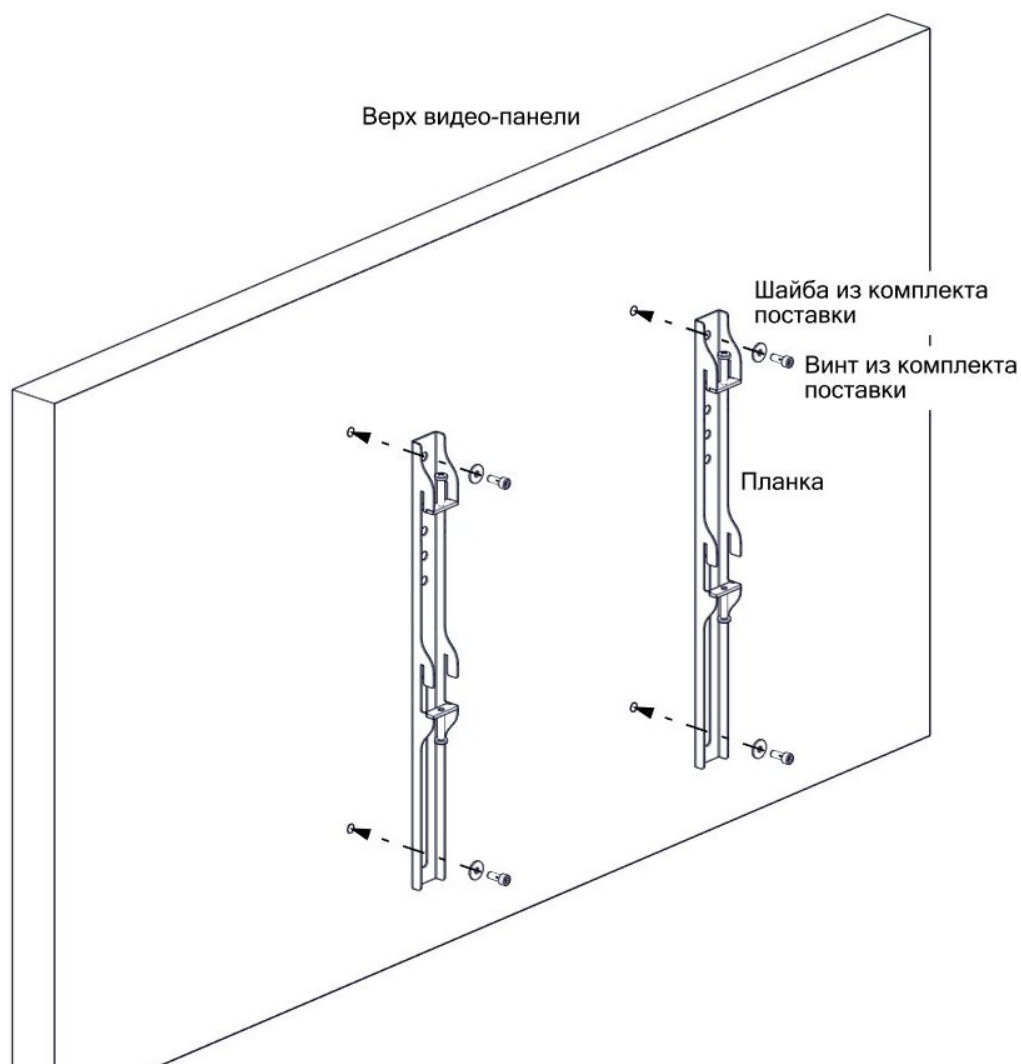

Рис. 7
8. Закрепить планки (поз. 6) к задней стенке видео-панели, используя прилагаемый комплект винтов и шайб (см. Рис. 7).